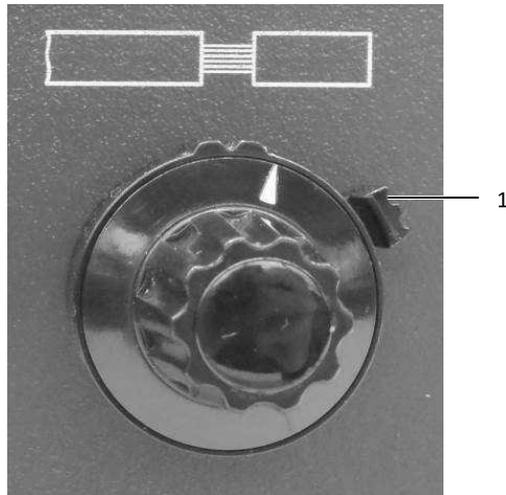

Abb. 5: Bremse am Einstellknopf
- Die Bremse (Abb. 5, Pos. 1) des Einstellknopfs durch Drehen gegen den Uhrzeigersinn lösen.